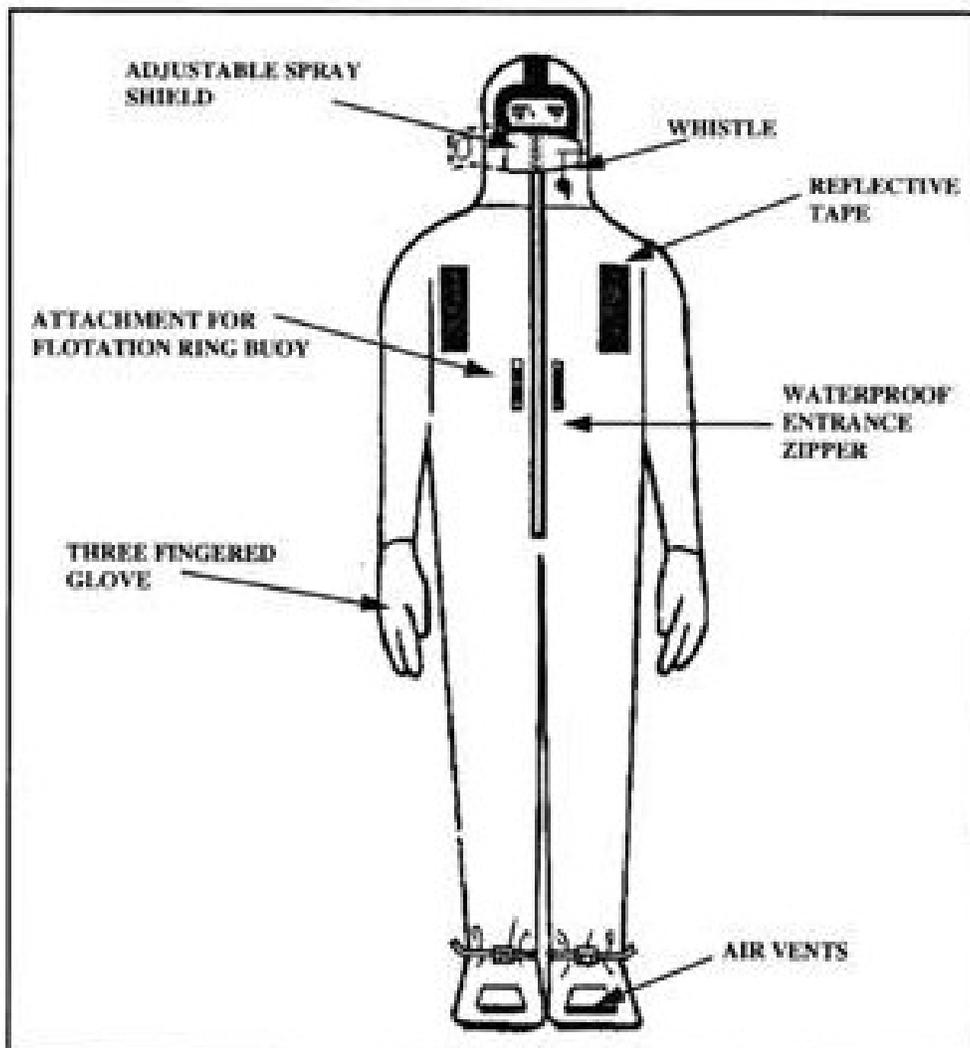

Figure 551-8ST-1019\_03
3. Maintain immersion suits (Figure 551-8ST-1019\_03).